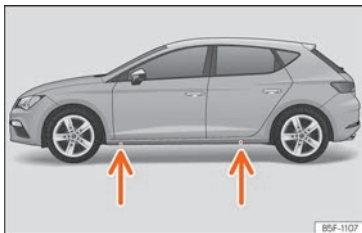

Abb. 78 Querträger: Marken.
- Suchen Sie am Längsträger die Markierung des Aufnahmepunktes für den Wagenheber (Eindrückung), die dem zu wechselnden Rad am nächsten liegt » » Abb. 78.